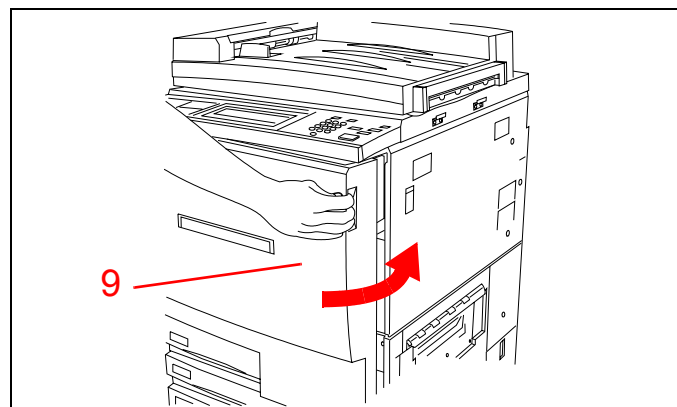

Abbildung 23
3. Entfernen Sie die auszutauschende Tonerpatrone, indem Sie sie gegen den Uhrzeigersinn drehen, bis der große Pfeil auf der Patrone am Entriegelungssymbol auf dem Drucker ausgerichtet ist (siehe Abbildung 23).
9. Schließen Sie die Vordertür des Druckers (siehe Abbildung 23).